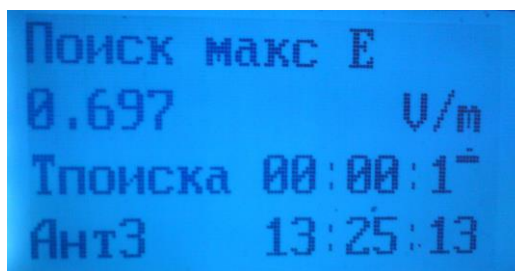

Рисунок 4
4.4.5.1.4 В режиме поиска максимальных значений напряженностей на табло измерителя выводится (Рисунок 4):